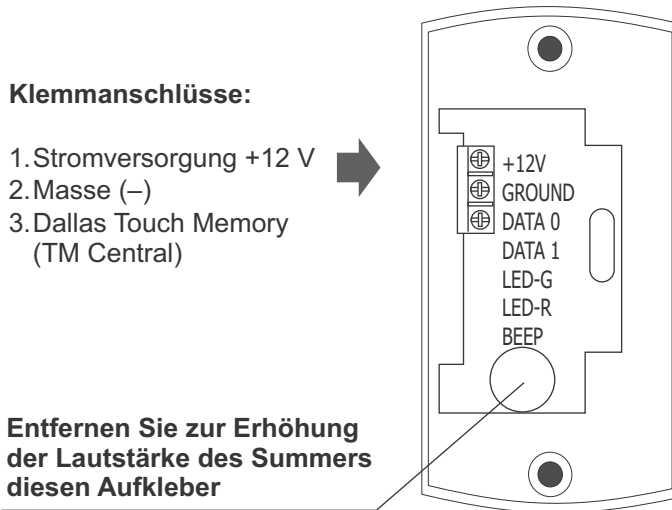

Abb. 4
- Schließen Sie die Drähte an die Klemmenanschlüsse des Lesegeräts an (Abb. 4).